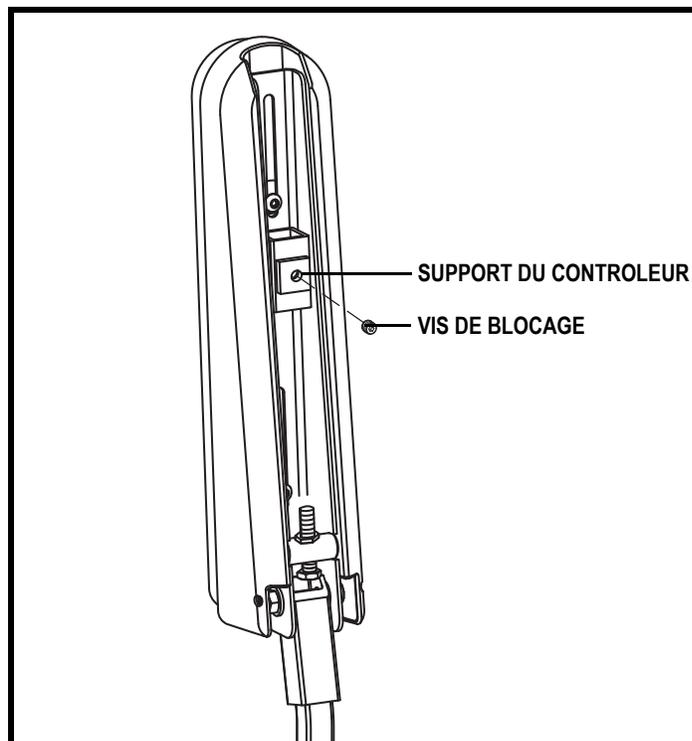

Figure 18. Dessous de l'accoudeur
2. Desserrez la vis de blocage sous l'accoudeur. **Voir la figure 18.**
6. Relevez l'accoudeur à la verticale et desserrez la vis de blocage. **Voir la figure 18.**